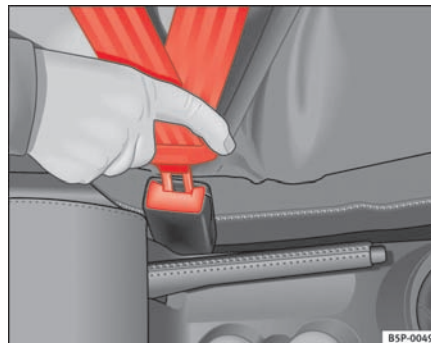

Fig. 12 Sikkerhedsselens selelås og låsetap
- Stik låsetappen ind i den selelås, der hører til den pågældende siddeplads. Du skal kunne høre, at den går i hak ⇒ side 22, fig. 12.